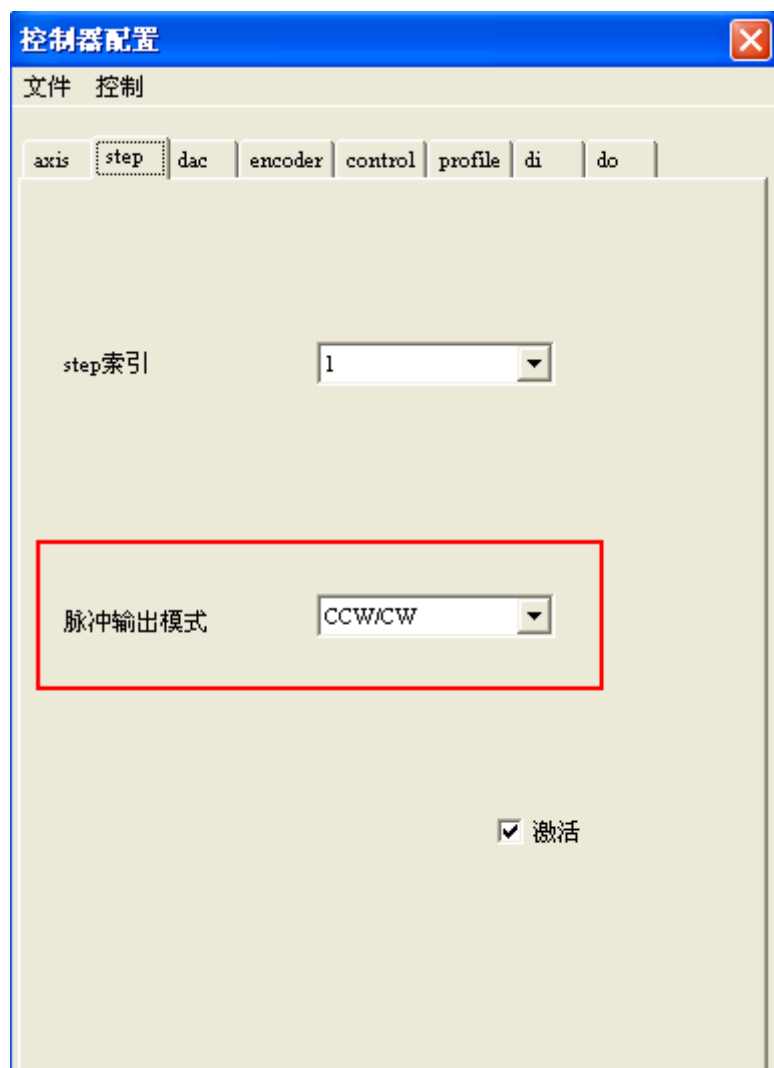

图 4-7 “正负脉冲”设置
- (4) 若驱动接收的是“正负脉冲”，则需要在“step 索引”下拉框切换脉冲输入模式为“CCW/CW”，如图 4-7 所示：